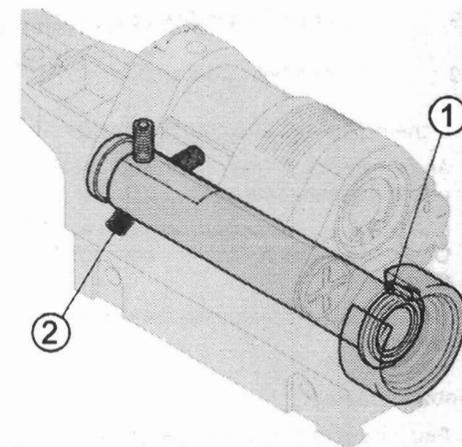

Bild 70 Einbau Zielfernrohr
Der Paßkerbstift in der Aufnahme oben (70/1) muß dabei in die Ausfräsung am Zielfernrohr hinten eingreifen (Bild 70).
- ⇒ Justierschrauben eindrehen, bis die Feder in ihrer Position gehalten wird (Bild 70).